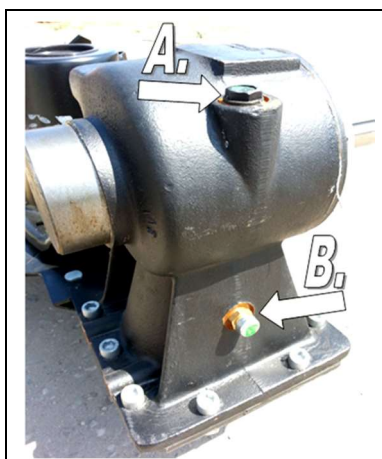

Рис.21. Передача - проверка уровня масла: А - заливка, слив, контрольный щуп
Состояние масла в режущем аппарате проверяется после установки косилки на ровном полу, открутив заливную пробку (A), Рис.21. Уровень от дна должен находиться в пределах $5\div 7$ мм.
Состояние масла в угловой передаче проверяется щупом, расположенным в контрольно-заливной пробке (A), после ее откручивания Рис. 21. Положение (B) - это воздухоотводчик режущего аппарата.
- выкрутить пробку (А) Рис. 21 отверстия заливки, слива и проверки уровня масла